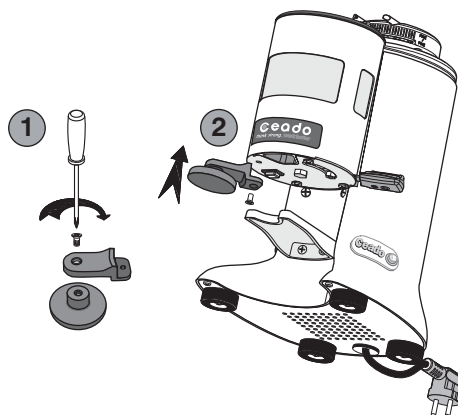

Fig. 10
- 2** Choisir le diamètre du tasseur approprié pour le porte-filtre de la machine à café en votre possession et le fixer sur son support en utilisant la vis fournie avec (1, Fig. 10).
- 3** Placer l'ensemble tasseur-support et le fixer en utilisant la vis enlevée au point 1 (2, Fig. 10).